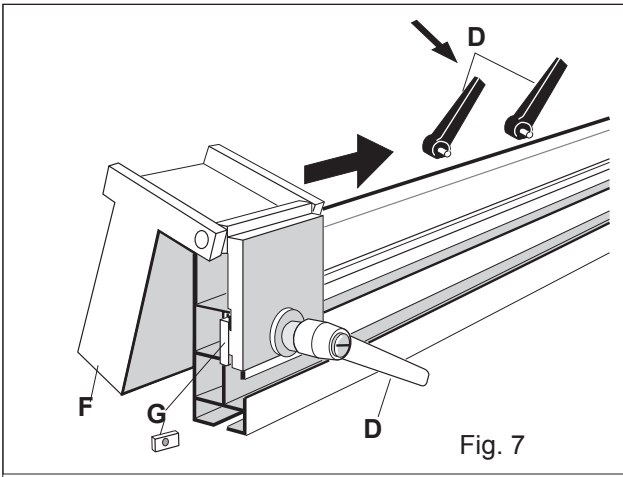

Fig. 7
- För in det fällbara materialstoppet från änden av anhållet så att mutterplattan **G** kommer in i spåret på aluminiumprofilen. För låshantagen **D** och mutter **G** in i aluminiumprofilen (*fig. 7*).
- För in det fällbara materialstoppet **F** från änden på anhållet så att mutterplattan **G** kommer in i aluminiumprofilen (*fig. 7*).